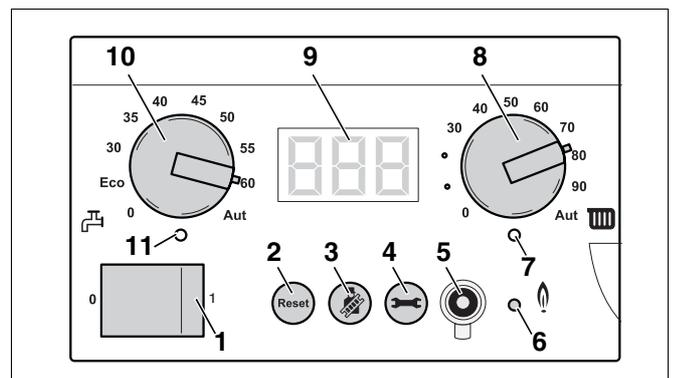

Fig. 87 Regolatore di base BC10
- Disattivare l'impianto di riscaldamento agendo sull'interruttore di esercizio del regolatore di base Logamatic BC10 (fig. 87, **pos. 1**).
- Attivare l'impianto di riscaldamento agendo sull'interruttore d'esercizio del regolatore di base Logamatic BC10 (fig. 87, **pos. 1**).
- Mantenere premuto il tasto "Spazzacamino" (fig. 87, **pos. 3**) (per circa due secondi), finché sia visualizzato il punto nella parte inferiore destra del display (fig. 87, **pos. 9**). Vedere anche tabella 8, „Prova di combustione“, pagina 44.
- Dopo l'accensione del LED "Bruciatore" (fig. 87, **pos. 6**) attendere un minuto, finché la caldaia funzioni a pieno carico.
- Premere il tasto "Spazzacamino" (fig. 87, **pos. 3**) per concludere la misurazione. Vedere anche tab. 8, "Prova di combustione", pagina 44.